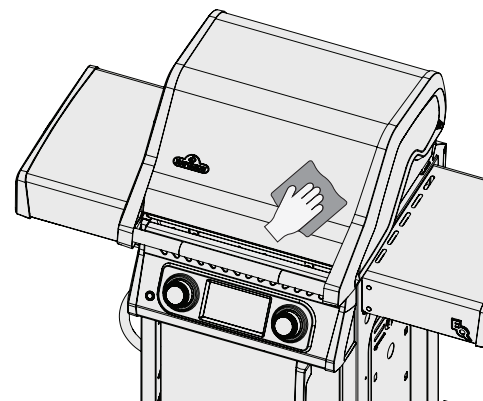

Fig. 9
- Pulire sempre nella direzione della venatura. (Fig. 9)